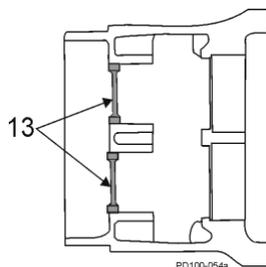

Ilustración 45 - Retirar las juntas de aceite traseras
10. Quite y deseche ambas juntas traseras de aceite de la caja de engranajes (Ilustración 45, elemento 13).